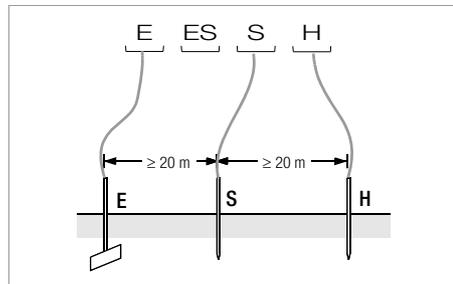

Figura 2 Misura della resistenza di terra col metodo a tre conduttori
- Piantare i picchetti della sonda e del dispersore ausiliario, osservando dal dispersore in prova una distanza minima di rispettivamente 20 m e 40 m (v. figura 2 pag. 18).